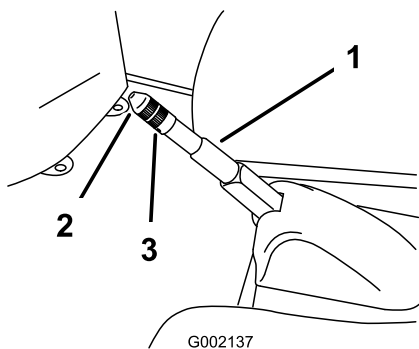

Figura 44
2. Afloje el tornillo de fijación que sujeta el pomo a la palanca del freno de estacionamiento (Figura 44).